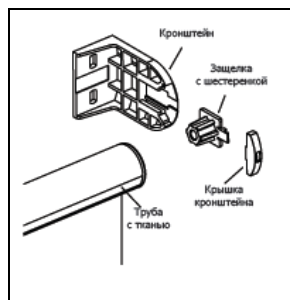

Рис.2
4. Со стороны расположения управления установить в кронштейн защелку с шестеренкой до упора (как показано на рис.2).